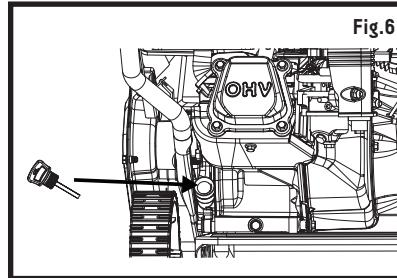

Fig. 6
Comme illustré aux fig. 6 à 11.
1. Retirez la jauge de remplissage d'huile et essuyez-la avec un chiffon propre (voir fig. 6).